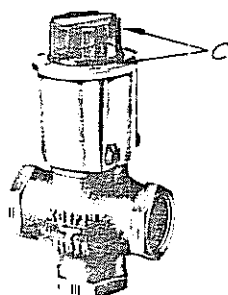

FIG. 2
a) Manuelle - Handbediend (régulation C - regulatie C - fig. 2) :